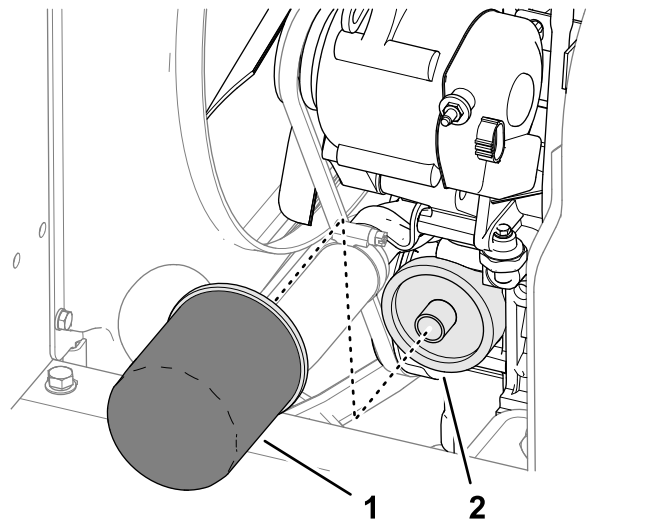

Figura 67
5. Retire el filtro de aceite (Figura 67).